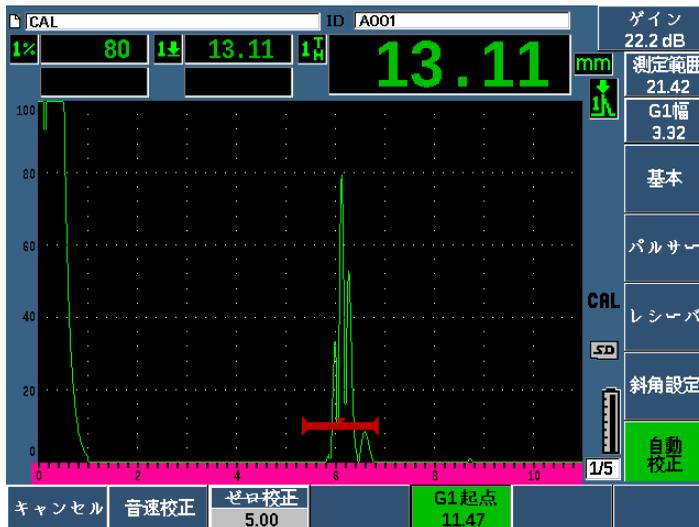

図 9-3 音速校正におけるゲート信号の例
8. ゲート内の指示に対応するすでに分っている厚さ値を入力します（この例では、0.200 インチ）。それから、**続行**（P3 キー）を選択し、2 番目の校正ステップに進みます（150 ページの図 9-3 参照）。校正のこの段階で使用する厚さ値は、**ゼロ校正**パラメータボックスの基準として保存されます。